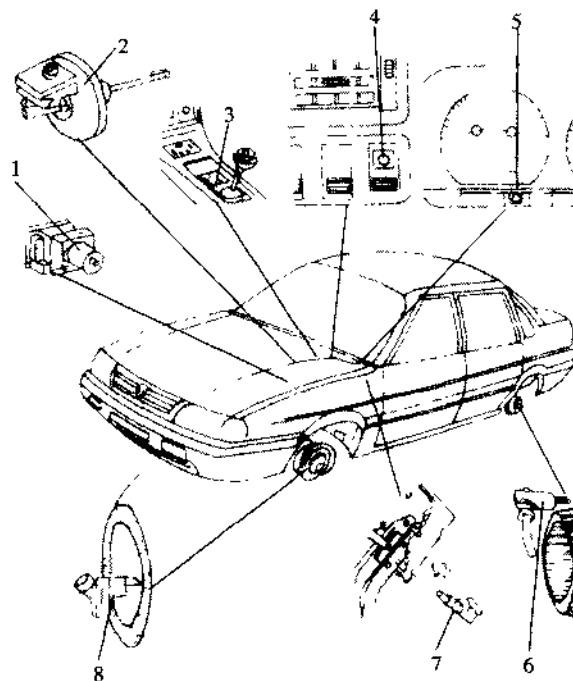

图 7.19 桑塔纳轿车 ABS 各元件安装位置
### (1) 桑塔纳轿车 ABS 各元件的安装位置如图 7.19 所示。